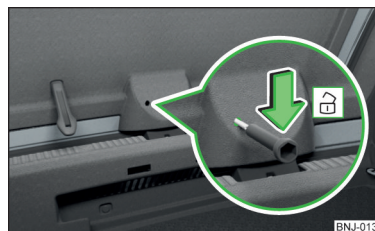

Abb. 290 Klappe entriegeln
- › In die Öffnung in der Klappenverkleidung » Abb. 290 einen Schraubendreher oder ein ähnliches Werkzeug bis zum Anschlag einführen.